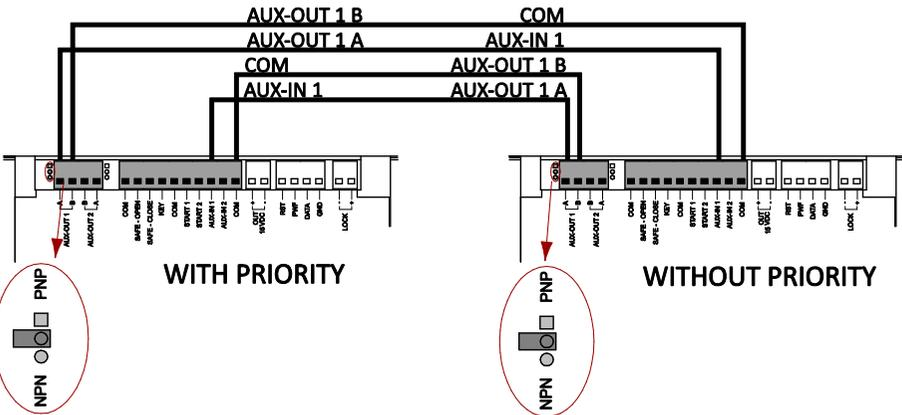

Fig.29
La centrale dell'automatismo PROSWING è predisposta per poter funzionare in modalità interbloccata tramite collegamento con una centrale elettronica della stessa famiglia. In funzionamento interbloccato l'apertura di una porta può avvenire solo se l'altra non è in movimento, cioè se non è in fase di manovra. Per interbloccare due automatismi procedere come segue (Fig. 29):
**ATTENZIONE:** Togliere il jumper posto vicino alla morsettiera sul lato del connettore AUX OUT-1, sia sulla scheda con priorità che sulla scheda senza priorità (Fig.29).